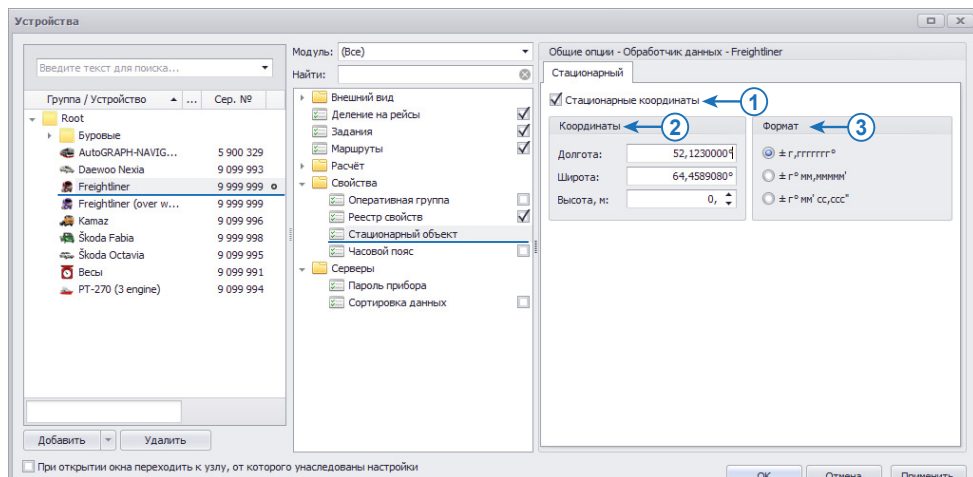

Рис.127. Настройка координат стационарного объекта.
- затем перейти в раздел настроек *Свойства – Стационарный объект* (Рис.127);
- для того чтобы настроить объект как стационарный, необходимо в меню справа установить галочку напротив опции «Стационарные координаты» (Рис.127, п.1) и задать координаты объекта (Рис.127, п.2). Координат задаются в градусах в десятичном виде – целая и дробная часть градусов. Далее необходимо выбрать формат отображения координат стационарного объекта в программе (Рис.127, п.2): десятичная дробь, градусы и минуты, градусы-минуты-секунды.